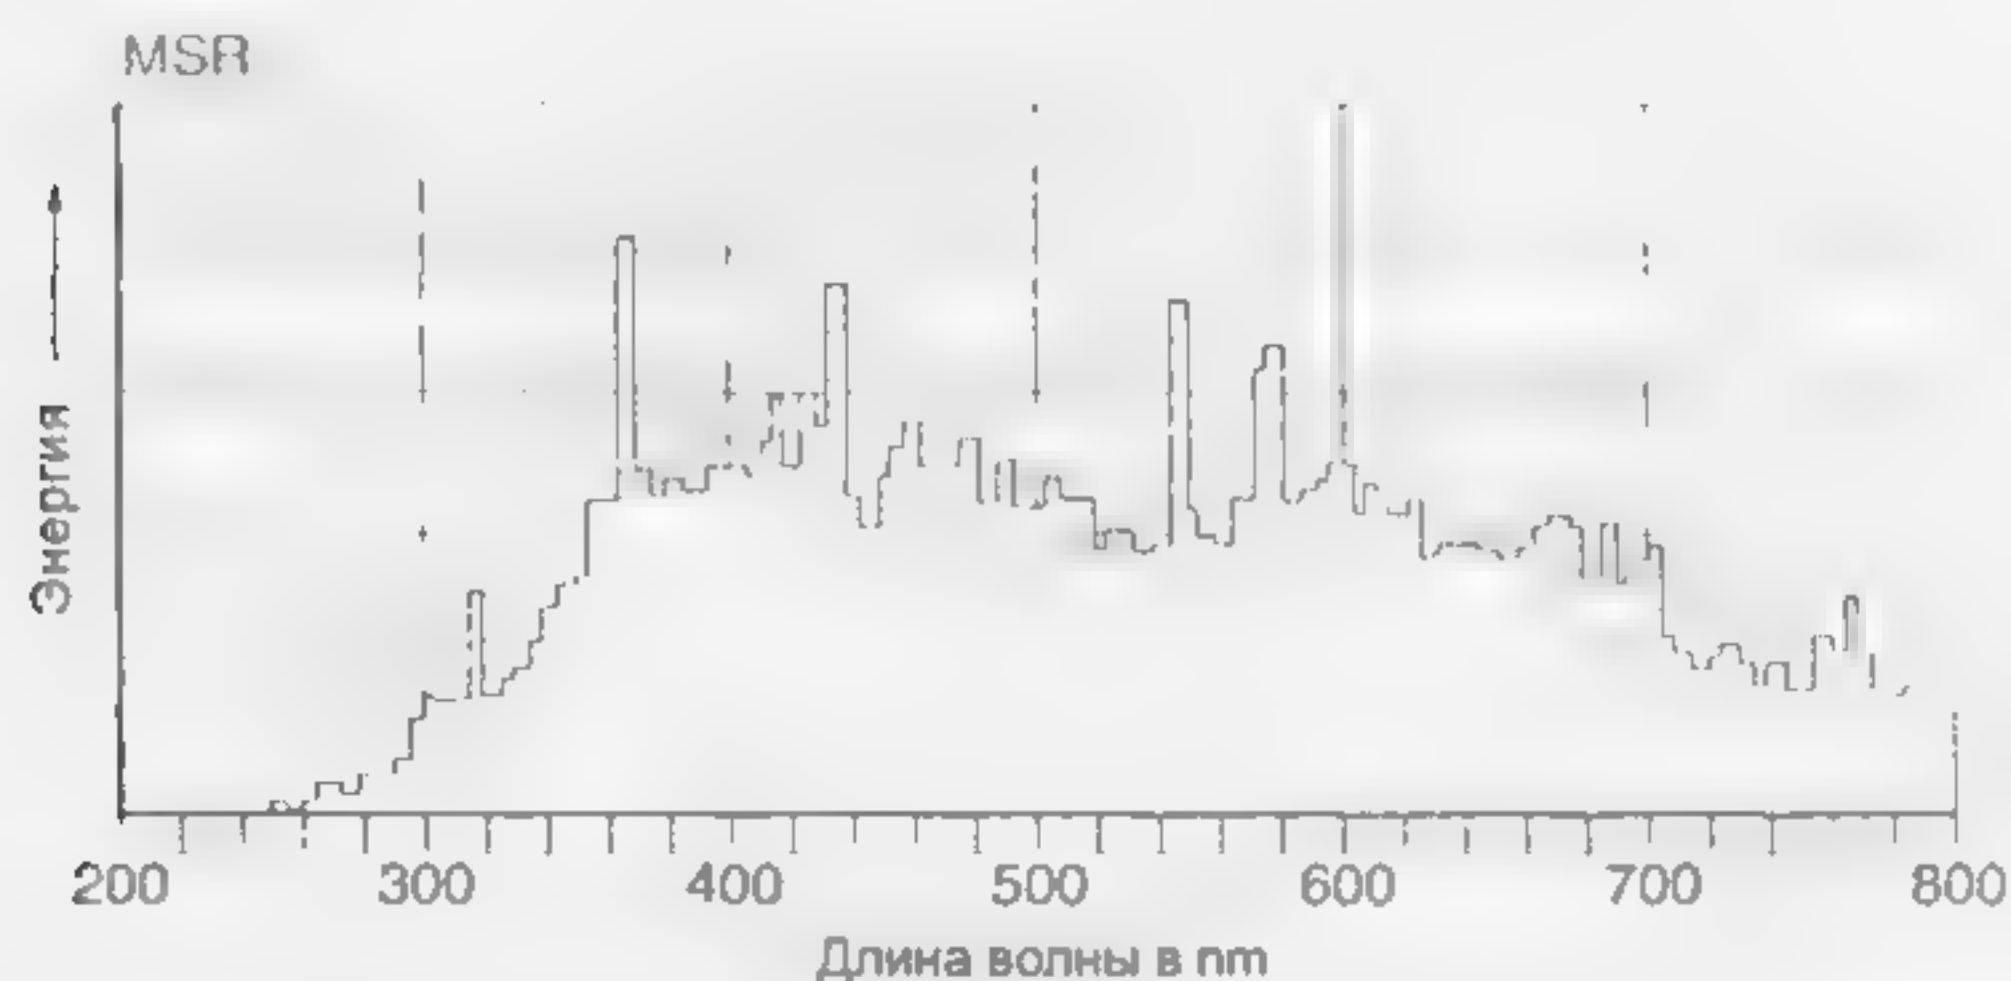

Рис. 8.5 Спектральное энергетическое распределение источника света MSR
3. Электрон получает достаточную энергию, чтобы вырваться из родительского атома. В результате получается «свободный» электрон (-ve ион), а атом газа приобретает положительный заряд (+ve ион). Таким образом газ ионизируется. Наиболее важен аспект 2, когда атомами испускается фотон света, а цветность производимого излучения зависит от состава газовой смеси и газового давления (рис. 8.5).